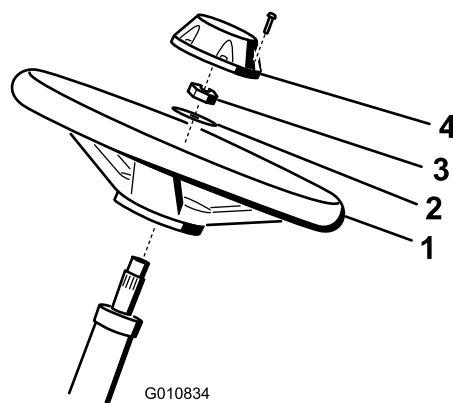

図 3
1. ハンドルをステアリングシャフトにはめ込む 図 3。
2. ワッシャをステアリングシャフトにはめ込む 図 3。
3. ジャムナットでハンドルを固定し、27-35 N·m 2.8-3.6 kg·m 20-26 ft·lb にトルク締めする 図 3。
4. キャップを取り付け、ねじで固定する 図 3。